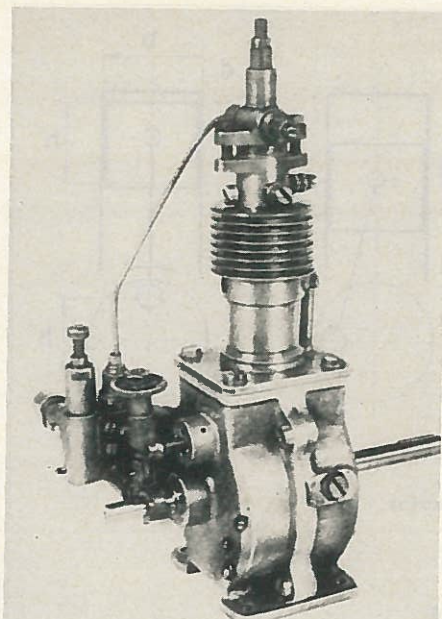

Abb. 3: Versuchsmotor von Eisfeld – „echter“ Diesel (Zweitakt) mit regelbarer Einspritzpumpe.
* Während des 2. Weltkrieges wurden von Eisefeld Versuche mit einem „echten“ Diesel mit Einspritzpumpe durchgeführt; der Motor erwies sich jedoch für den praktischen Gebrauch als zu aufwendig (s. Abb. 3).